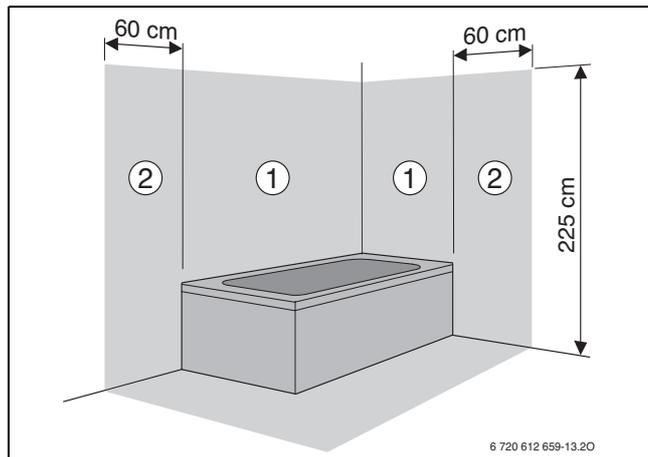

Fig. 62 Spiegazione zona di sicurezza
- in zona di sicurezza 1 e 2 (→ fig. 62):